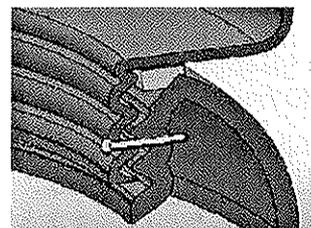

Fig. 14
3. Visser solidement l'extension sur la cuve (fig. 14).